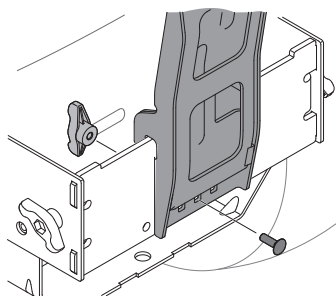

Figura 10
3. Asegure el conjunto de soporte de la bolsa a el ensamblaje de montaje utilizando un perno del carro (710-0276) y ala (720-04122) desde el hardware pack 689-02364. Ver Figura 10.